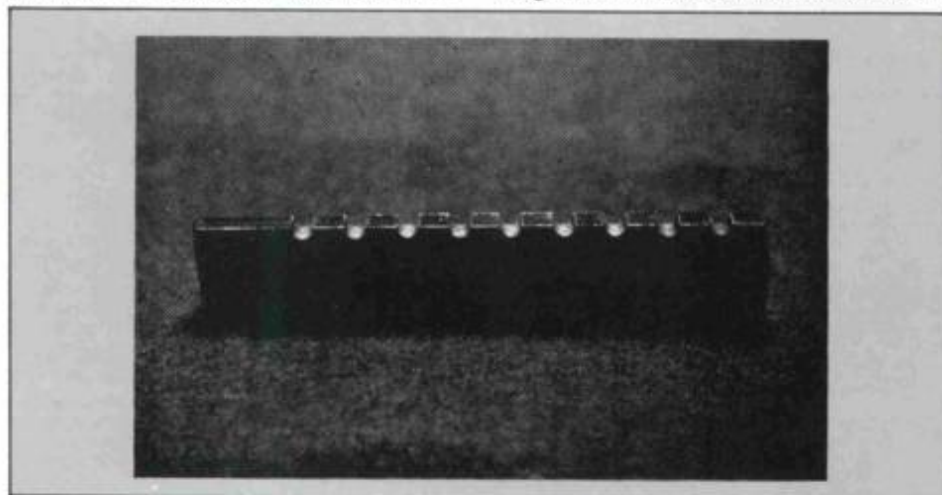
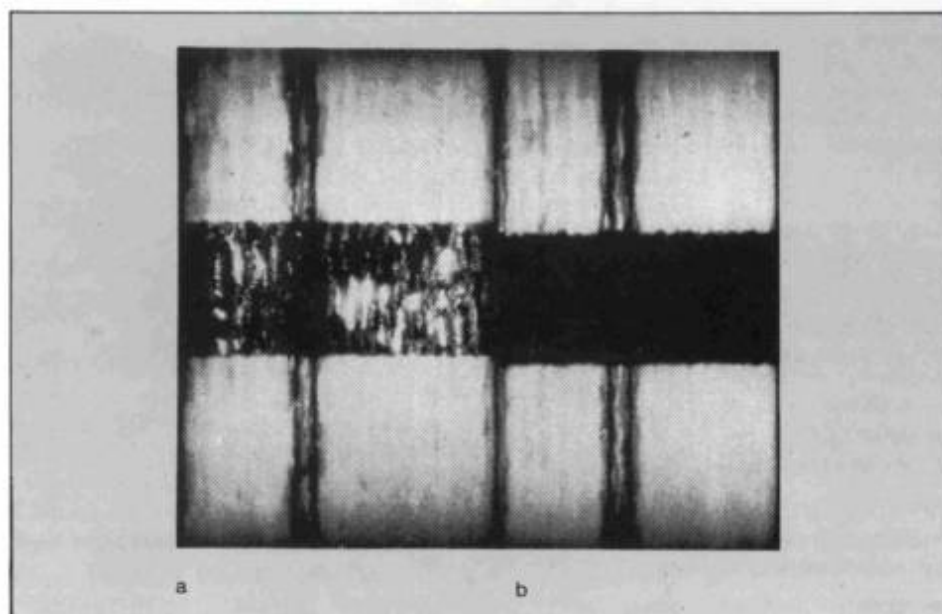

Fig. 8
Fig. 9
Uma forma de teste é o método de transiluminação já aceito na prática (14). Segundo este teste, corta-se uma parte do painel (Fig. 8) e se coloca esta amostra verticalmente sobre uma fonte de luz da maneira ilustrada na Fig. 9. A luz penetrando debaixo para cima permite observar pelo microscópio o nível de metalização química e a perfeição do leve reforço eletrolítico.